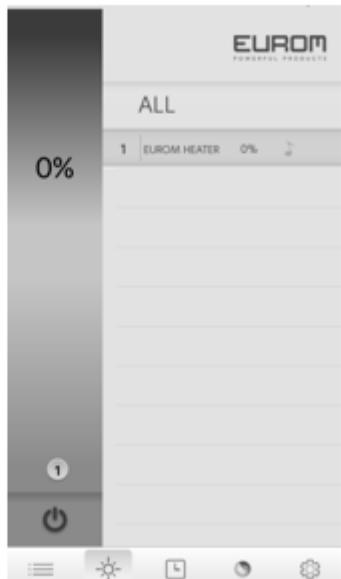

Figure 4
- Danach wird das Bild von Abb. 4 angezeigt: